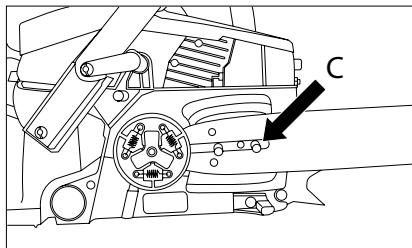

Fig. 6
4. Instale la barra guía de tal manera que la ranura de la barra de guía se alinee con ambos pernos (C) (fig. 6).